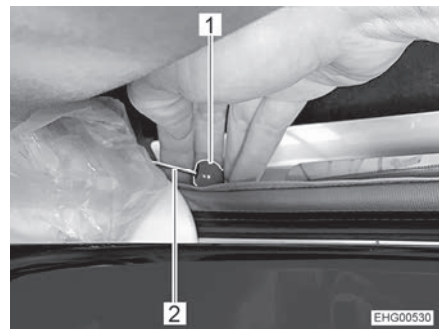

Bild 90 Notentriegelung
- Auf beiden Seiten am roten Knopf (Bild 90,1) des Seilzugs (Bild 90,2) ziehen.